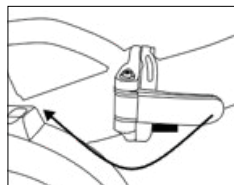
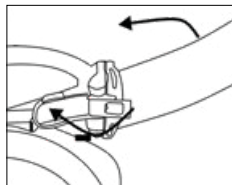

fig. 5.1
fig. 5.2
2. Déverrouillez l'attache du tube de cadre (fig. 5.1, fig 5.2) et pliez le cadre en deux.